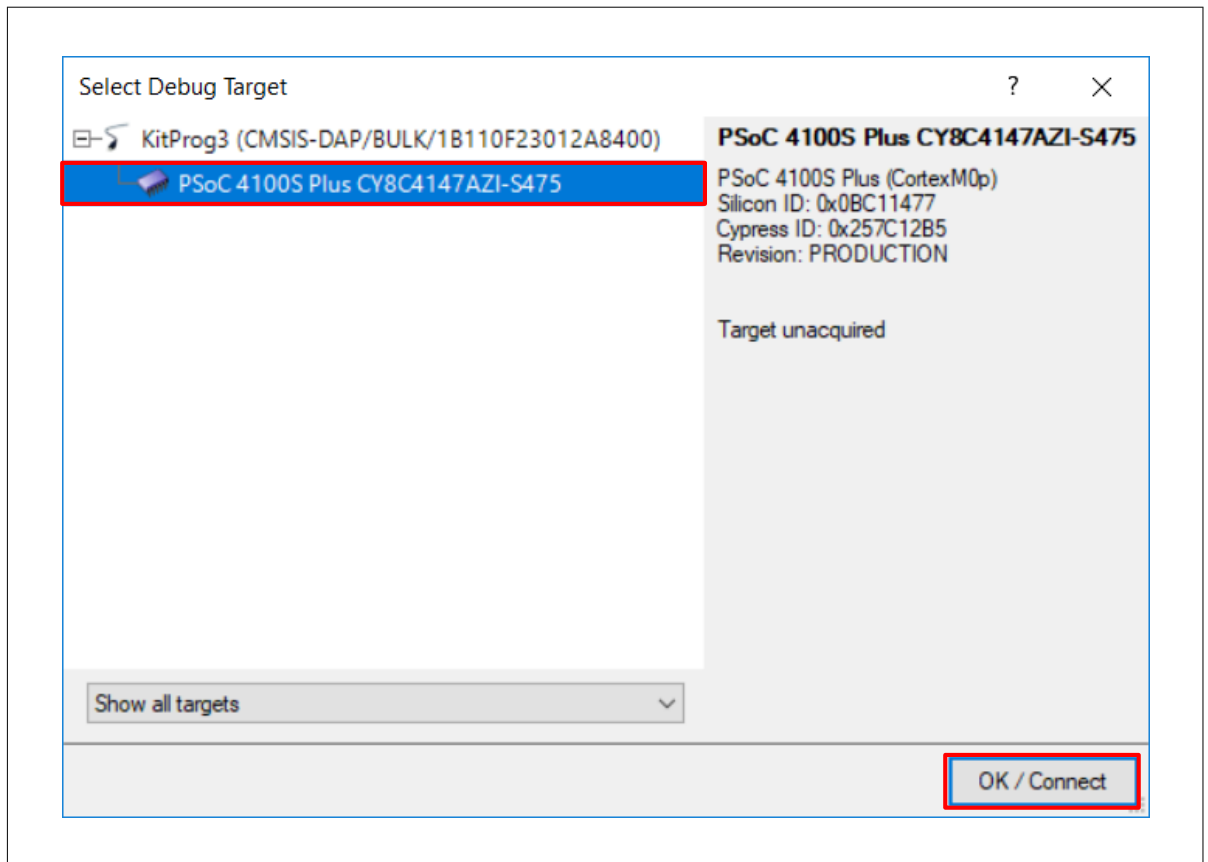

図 49 デバイスの接続
- 図 49 に示すように、**Select Debug Target** ダイアログボックスで、**Port Acquire** をクリックしてから、**Connect** をクリックしてください。OK をクリックし、ダイアログボックスを閉じてください。